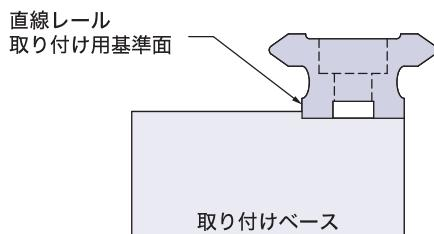
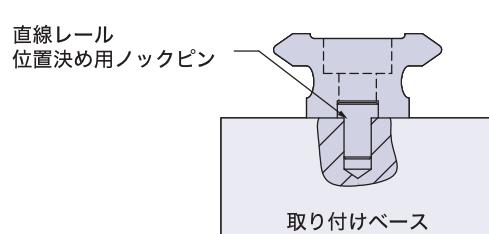

図1.1 基準面と位置決め
図1.2 ノックピンによる位置決め
- 1.1 真直度を確保するために、図1.1に示すように機械加工された基準面に直線レールをあてて位置を決めてください。図1.2に示すようにノックピンを使用してレールを取り付ける方法もあります。組み立て時にスライド位置を正しく維持できるようノックピン用の穴を正確に加工してください。